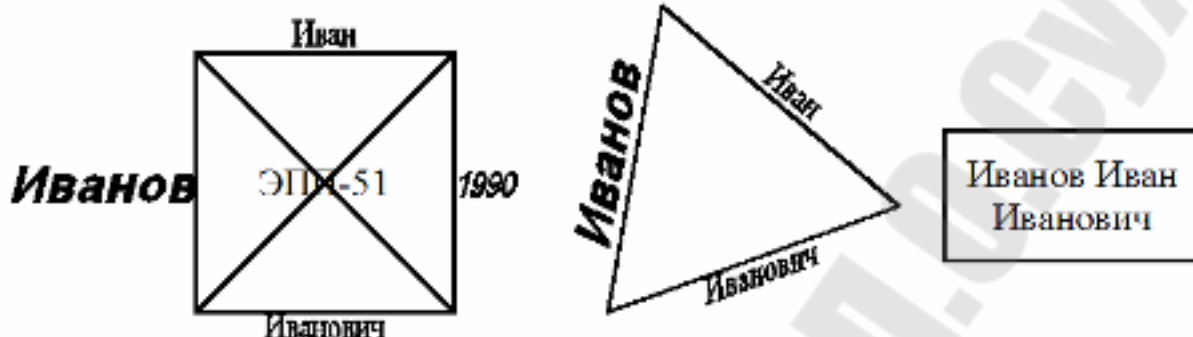

Рис. 4.2. Выполнение надписей однострочным и многострочным текстом
8. Поместите справа от квадрата год вашего рождения, используя текстовый стиль *Мой стиль4* и тип выравнивания текста «середина–влево» (СЛ). В качестве базовой точки примите середину правого ребра квадрата. Убедитесь, что центр первой цифры касается центра правой стороны (рис. 4.2).
10. Поместите вдоль сторон треугольника ваши фамилию, имя и отчество, отцентрированные относительно середин ребер треугольника, выполненные стилями в соответствии с пп. 5–7 (рис. 4.2). Используйте типы выравнивания текста «низ–центр» (НЦ) и «вверх–центр» (ВЦ). Для указания координат начальных точек рекомендуется активизировать объектную привязку в режиме «Середина».